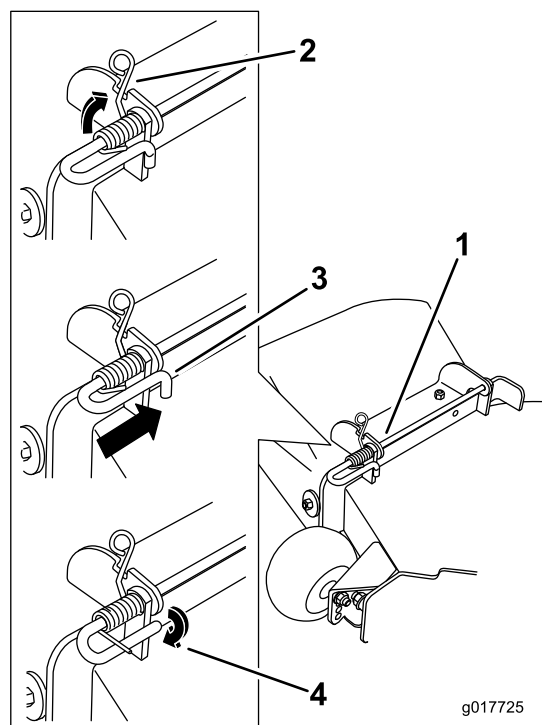

Figura 77
4. Sollevate l'estremità lunga della molla e inseritela nella tacca presente sulla staffa del deflettore (Figura 77).
5. Fissate il gruppo costituito dall'asta e dalla molla ruotandolo in modo tale da collocare l'estremità corta dell'asta dietro la staffa anteriore saldata al piatto di taglio (Figura 77).